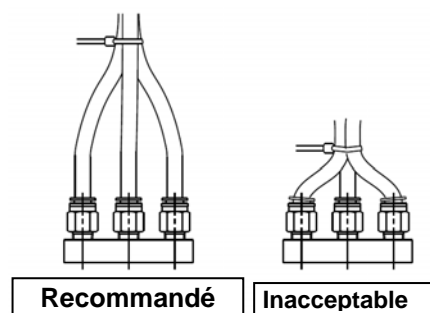

Figure 8
- N'appliquez pas de force externe aux raccords lorsque vous raccordez les tubes au moyen de colliers, etc. (voir Figure 8).